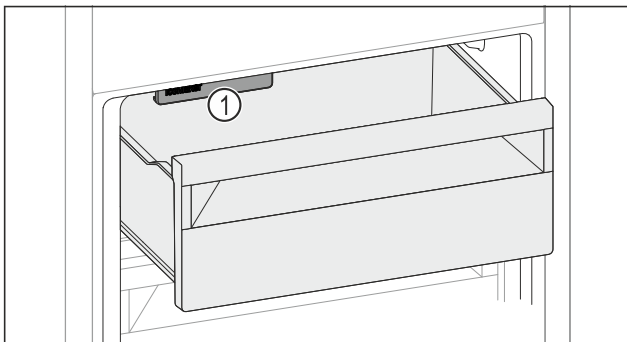

Fig. 162
- ▶ IceMaker Fig. 162 (1) berücksichtigen.